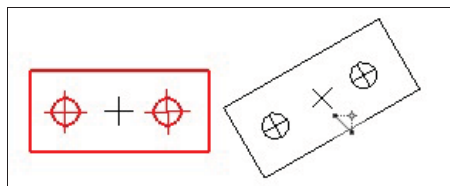

Рис. 11.10. Чертеж планки (Эскиз 5) и его копия
- ◆ начертите чертеж планки с двумя отверстиями, как на рис. 11.10, и сохраните как Эскиз 5;